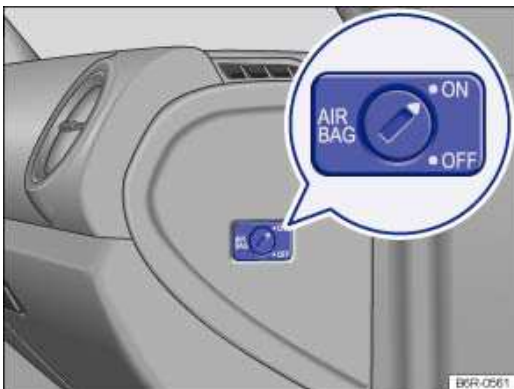

Abb. 60 Auf der Beifahrerseite: Schlüsselschalter zum Ab- und Einschalten des Beifahrer-Frontairbags.
- Mit dem ausgeklappten Schlüsselbart den Schlüsselschalter in der Instrumententafel → *Abb. 60* in die Position **OFF** drehen.
- Mit dem ausgeklappten Schlüsselbart den Schlüsselschalter in der Instrumententafel → Abb. 60 in die Position **ON** drehen.